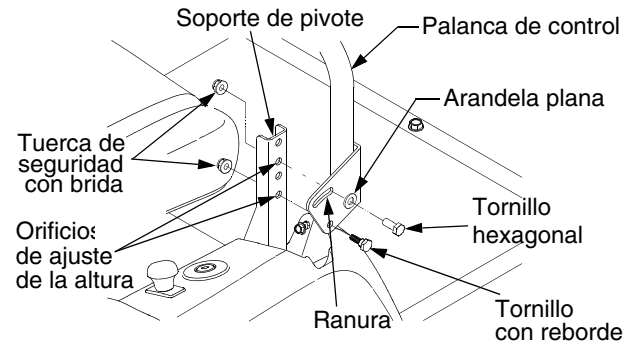

Figura 22
- Mientras sostiene la palanca de control para evitar que caiga, quite la tuerca de seguridad con brida de bulón hexagonal y el tornillo con reborde de la base de la palanca de control y soporte de pivote. Consulte la Figura 22.
Si todavía está apretada, afloje la tuerca de seguridad con brida y rote la palanca de control hacia adelante o hacia atrás a la posición deseada. Vea Figura 22.